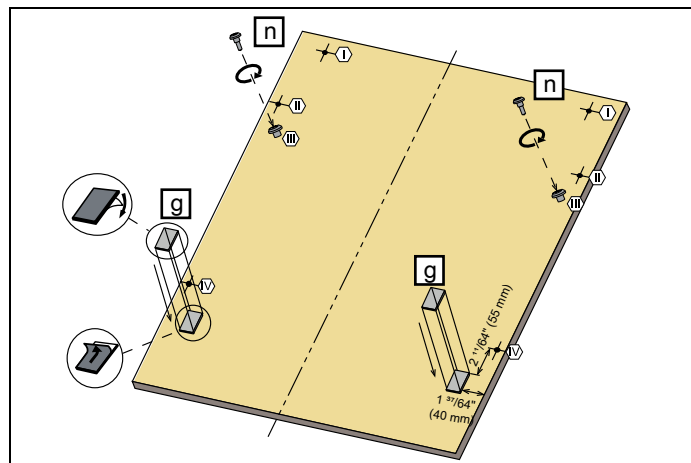

Fig. 20
- 3) Så som visas i Fig. 20 , Skruvar $\varnothing 4$ mm x 21,5 mm (5/32"x 27/32") installeras i position III.
- 4) Så som visas i Fig. 20 installeras träfästlister i position som visas i bilden.